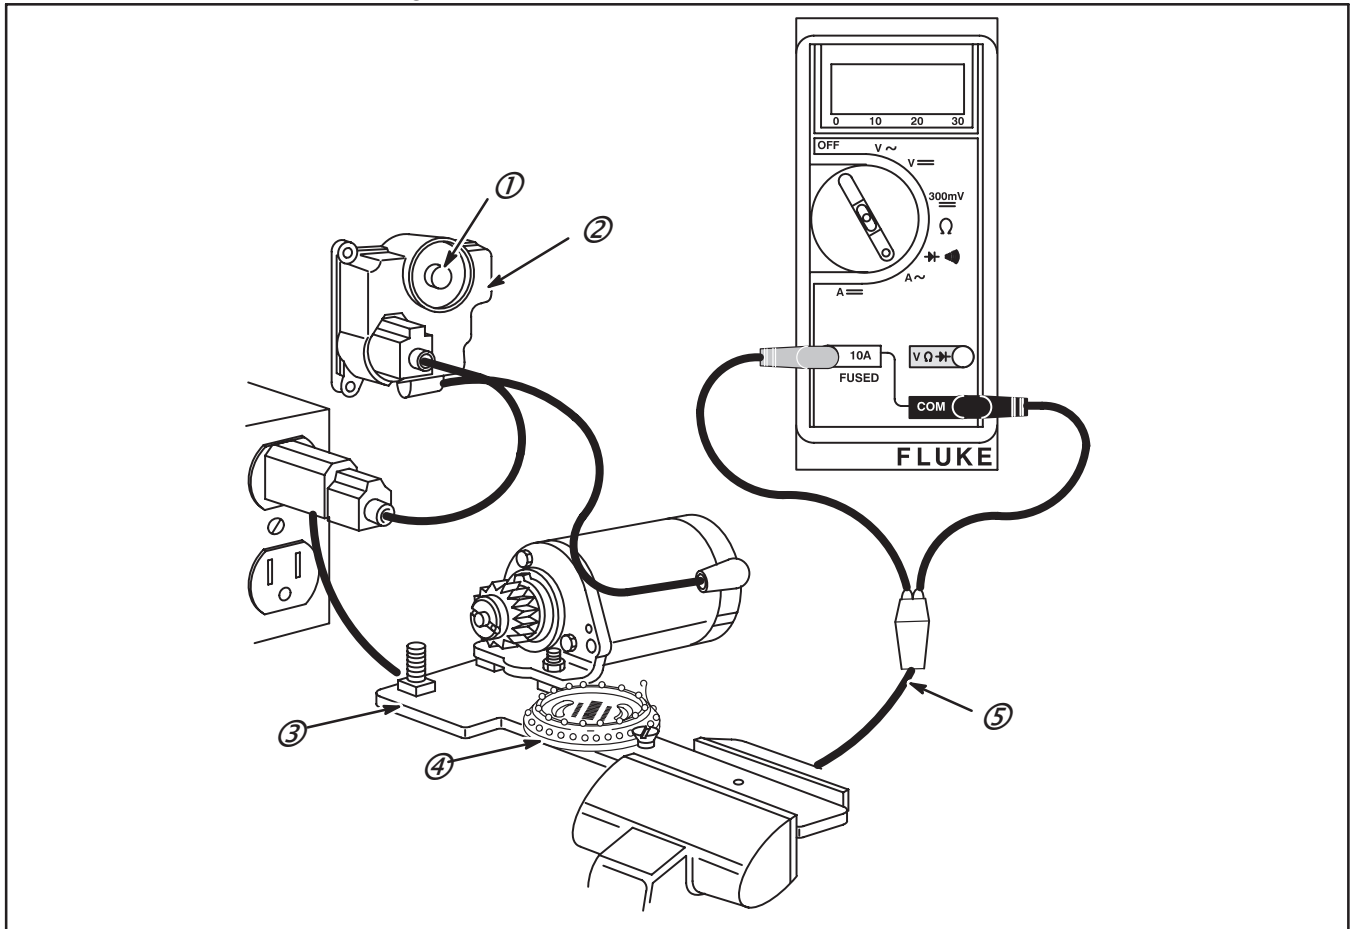

Fig. 21
2. Insérer les fils dans le contrôleur et la fiche du démarreur dans le shunt C.A., Fig. 21.